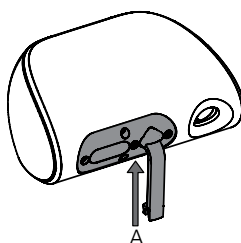

Figura 13
En todos los casos, afloje el tornillo de seguridad de la bola de unión (A), gire el brazo 90° y fije el tornillo de nuevo. Para montaje en posición horizontal, deje el brazo en esa posición (Figura 13).